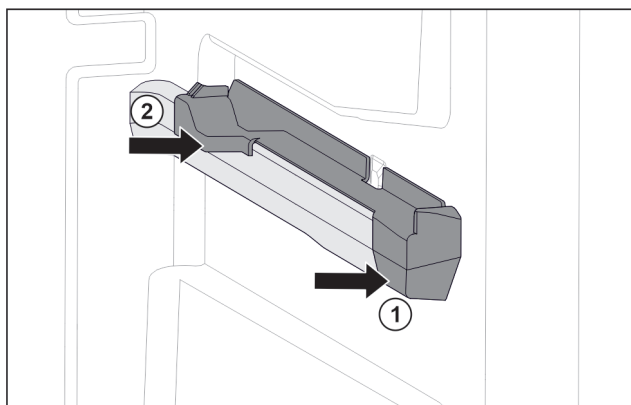

Fig. 74 Element nasadzany na prawym żebrze pojemnika
- Umieścić element nasadzany z przodu na żebrze pojemnika. Fig. 74 (1)
- Docisnąć element nasadzany z tyłu. Fig. 74 (2)